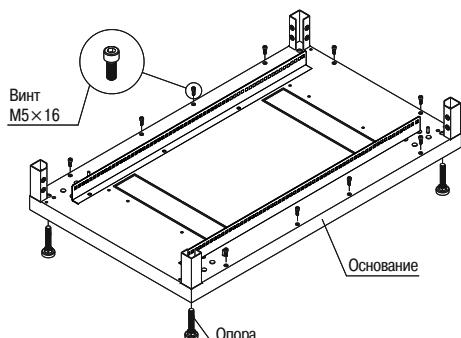

Рисунок 1 – Нижнее основание
4.2.1 Извлеките из первого места составные части изделия. Установите на нижнее основание опоры и винты M5×16 (10 шт.) с цилиндрической головкой (рисунок 1).